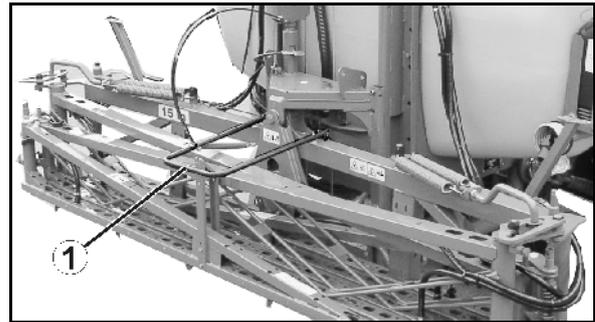

Fig. 9
- Bloqueio de transporte (Fig. 9/1) na armação **Q-plus** contra uma articulação involuntária para fora